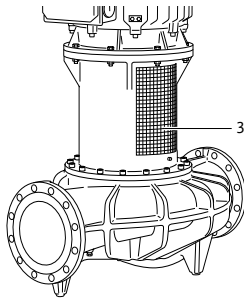

Рис. 48: Смонтированная предохранительная пластина муфты
- **Эксплуатировать насос только со смонтированными предохранительными пластинами муфты (Рис. 48, поз. 3).**